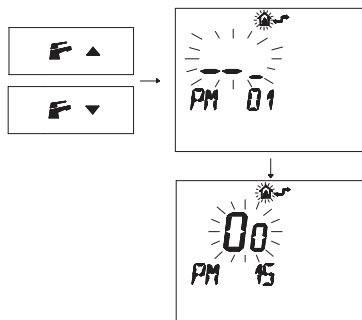

Figura 5.27
- Premere i pulsanti **F** o **F** per visualizzare la programmazione "PM15" abilitazione della sonda esterna (**Figura 5.27.**)